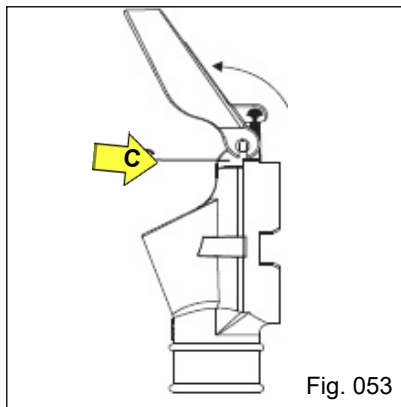
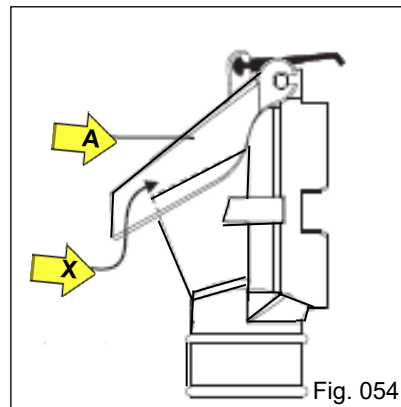

Fig. 053
Fig. 054
- b) Introduza a tampa até o final do canal e faça o giro da mesma (Fig. 053), observando a mesma posição nos dois lados dos pinos do bocal. Após gire até o batente “X” da face superior do bocal (Fig. 054).